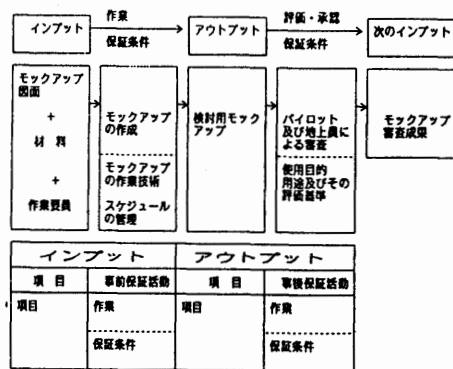
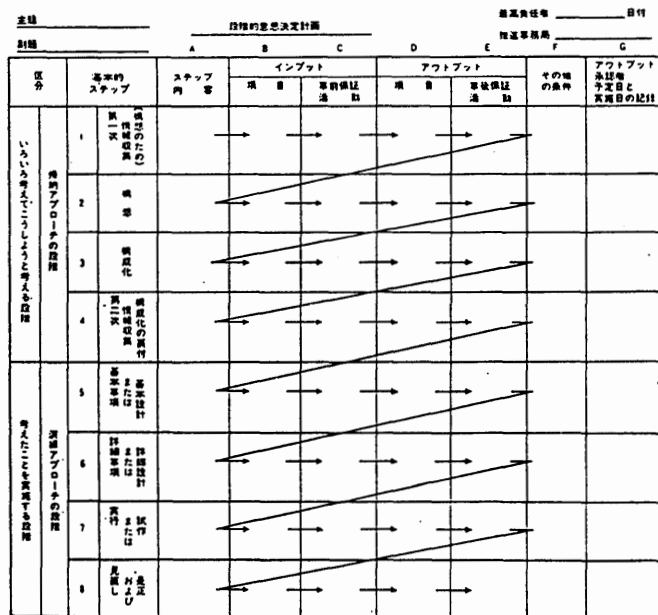
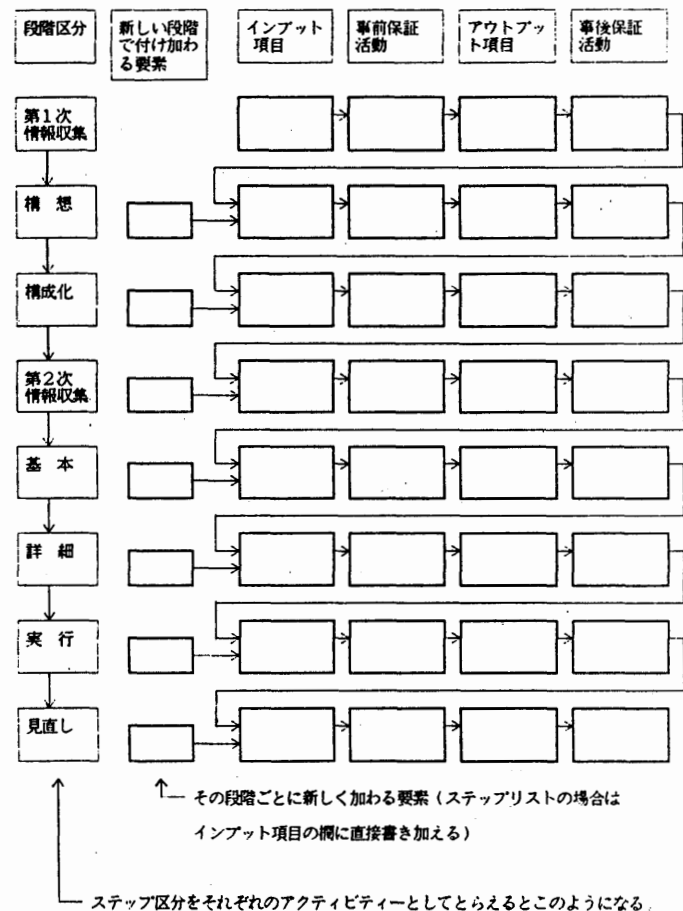

図3 落ちのないインプットとアウトプットの図解関係
図4 落ちのない開発段階作業項目を抽出する書式（ステップリスト）
図5 ステップリストの書式の内容をフローダイアグラムで示したもの
2. ●図1は開発とそのコストコントロール（開発費及び量産コストの管理）体制を示す。●図2は図1の体制に基づく段階的作業区分を示す実施計画書の構成を示す。●表1は開発とそのコストコントロールをするための実施計画書の目次とその内容のポイントを示す。●図3と図4は落ちのない研究・開発の段階区分を作るステップリストの書式（1）を示す。●表2は図3のステップリストの落ちのない帰納、演繹アプローチ8段階区分の構成を示す。●図5は図4を分かりやすくするためにフローダイアグラム化したものである。●表3は図1の全体システムレベルがなすべき段階作業の割付内容を示すステップリストである。●表4は図1の装備品仕様レベルがなすべき段階的作業の割付内容を示すステップリストである。●表5は図1の装備品業者レベルがなすべき段階的作業の割付内容を示すステップリストである。●表6は表3、4、5の各ステップの相互関係を示す表である。